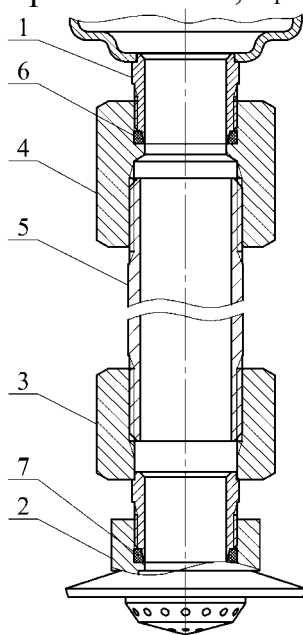

Рисунок 2
1.4.1.2 Для вывода насадка-распылителя в свободную зону через подвесной потолок типа Грильято, Армстронг и т.п. или его перемещения в рабочую зону эффективного пожаротушения при монтаже МУПТВ на потолочном перекрытии высотой более 6 м, модуль может быть дополнительно укомплектован удлинителем, соединяющим выпускную горловину МУПТВ 1 с насадком-распылителем 2 (см. рисунок 2).
2.1.8 При монтаже насадка-распылителя через удлинитель (см. рисунок 2) провести следующие работы. Собрать удлинитель согласно рисунку 2. Перед сборкой на наружные резьбы трубы **5** нанести герметик, например, ТЕКАSIL NEUTRAL PROFI, после чего накрутить до упора переходники **3**, **4**. В резьбовые участки отверстий насадка-распылителя **2** и переходника **4** установить резиновые кольца **6**, **7**. На наружную резьбу переходника **3** накрутить до упора насадок-распылитель **2**. Соединить удлинитель через резьбовое соединение с выпускной горловиной МУПТВ **1**. При монтаже необходимо обеспечить перпендикулярное направление оси удлинителя относительно горизонтальной плоскости.